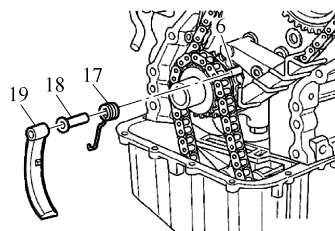

图 10-22 拉出张紧杆
2) 拉出支撑销 6 处的张紧杆 19、弹簧 17 和衬套 18,如图 10-22 所示。